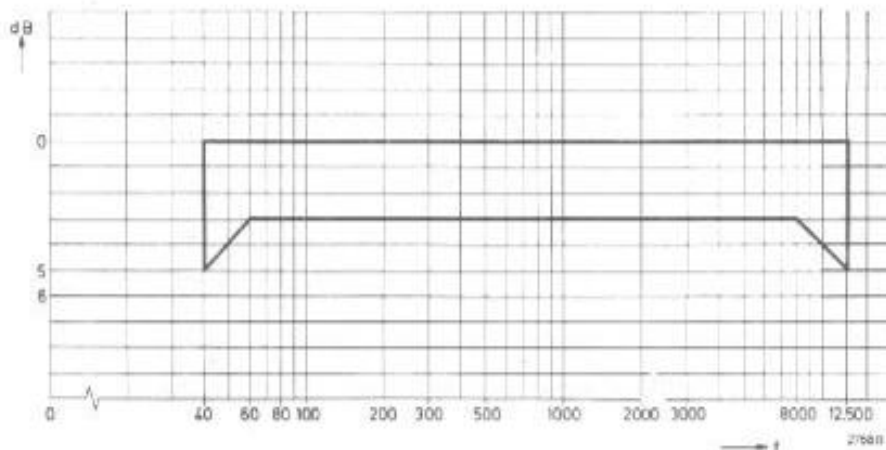

Fig. 15
V. INSTELLING VAN DE 19- EN 38 kHz ONDERDRUKKING (Fig. 15 en 17)
- De frequentie karakteristiek die nu bij weergave tussen de punten 3 en 2 (5 en 2) van BU3 wordt gemeten t.o.v. het niveau van 333 Hz moet liggen binnen de curve zoals die in fig. 15 is gegeven.
LIST OF ELECTRICAL PARTS (Fig. 15)